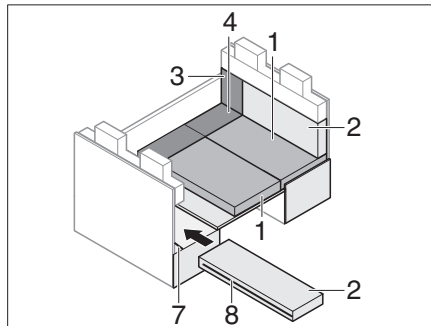

Bild 184 Während des Umbaus
- Reißverschluss (Bild 184,8) am Rückenpolster öffnen.
- Schlitz im Rückenpolster über ISOFIX-Traverse (Bild 184,7) stecken.